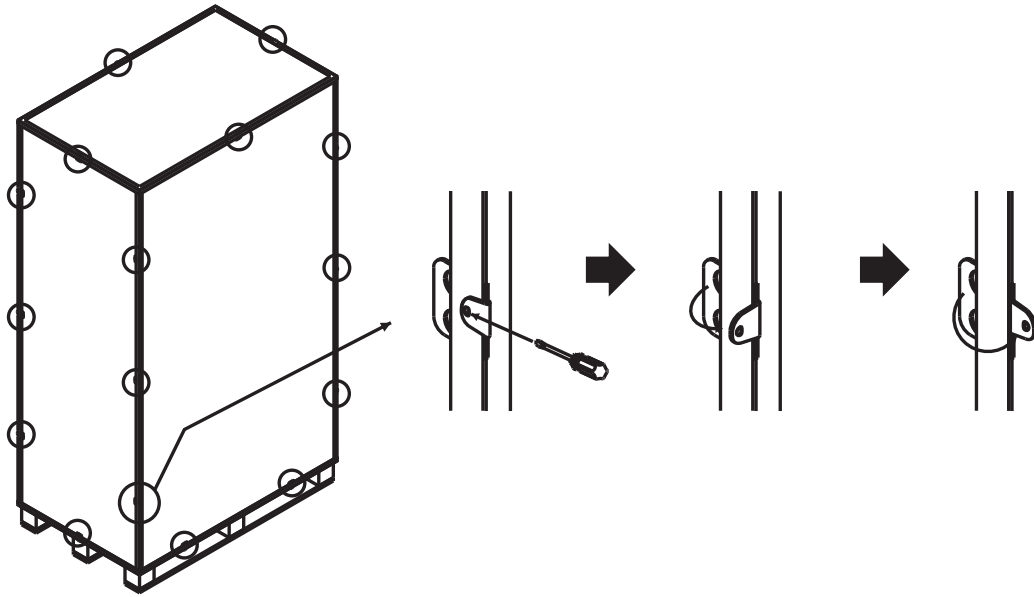
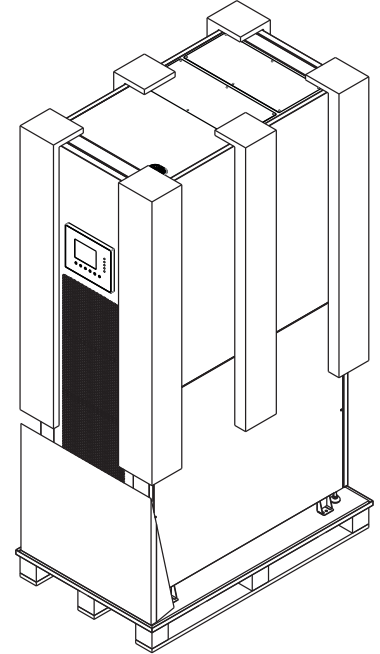

Figura 4.1
Figura 4.2
1. Una vez que el sistema ha llegado al lugar de instalación, puede retirarse de la caja de empaque. Siga el procedimiento de desembalaje abajo para retirar el cartón principal (Figura 4.1) y materiales de protección (Figura 4.2).